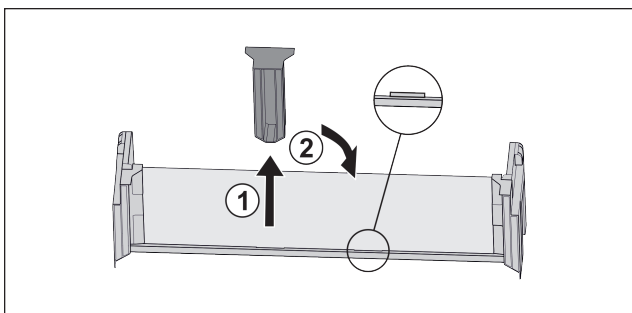

Fig. 90
- Extraire la pièce de retenue centrale Fig. 90 (1).
- Insérer la pièce de retenue centrale en deuxième position Fig. 90 (2).